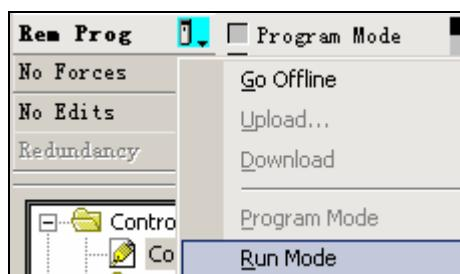

图 3-57 设为运行模式
44. 将处理器设置为 RUN (运行) 模式。可通过手动调节处理器上的钥匙位置。也可通过 RSLogix5000 软件 (此前钥匙位于 Remote), 如图 3-57 所示。